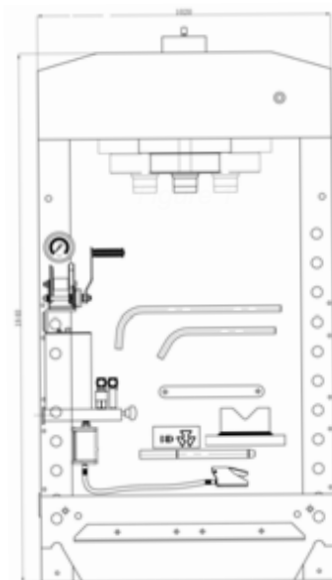

Figure 1
- L'encadrement (23) se trouve dans le bas pour faciliter l'emballage et le transport, ensuite fixé sur des montants (10) avec deux boulons M12. (figure 1)